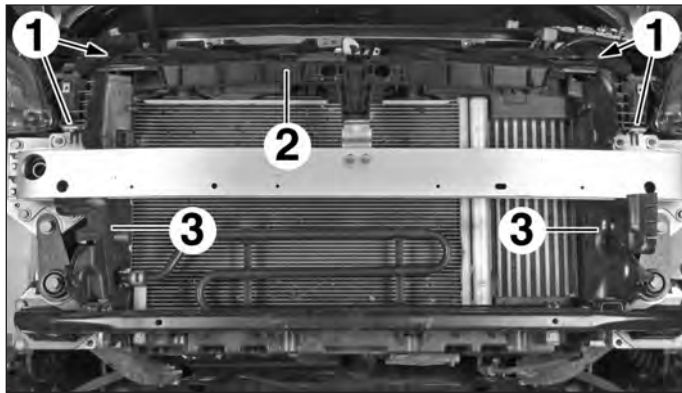
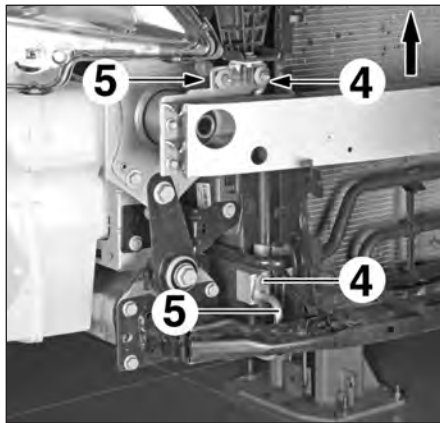

FIG.6
FIG.7
- les vis (1) de la traverse (2) (Fig.6),
- les cloisons de guidage d'air (3),
- les écrous (4) des canalisations (Fig.7).
- Débrancher les canalisations (5).